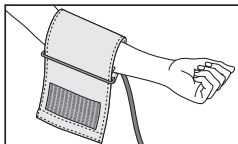
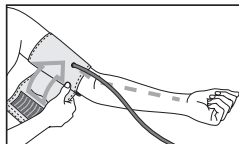

Fig. 1
Fig. 2
- A medição tem de ser feita na parte superior do braço, sem roupa. Se a braçadeira estiver completamente aberta, introduza o fim da braçadeira através do fecho de estribo, de maneira a formar um laço (ver Fig. 1). A braçadeira deve ser colocada no braço de modo a que a margem inferior do tensiômetro fique 2-3 cm acima da face interior do cotovelo e da artéria (ver Fig. 2). O tubo deve apontar para o meio da palma da mão.